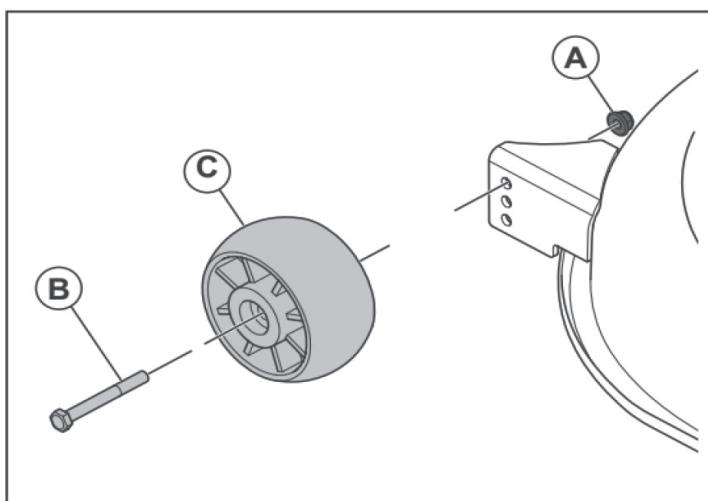

Рис. 45
счёт изменения положения анти – скальпирующих колес при их креплении на корпусе деки. В зависимости от ландшафта участка, есть возможность установки колёс в трёх положениях, на выбор. Для этого необходимо выкрутить болт (B), вставить его в другое отверстие, закрутить гайку (A), чтобы изменить положение анти – скальпирующего колеса (A). Рис. 45.